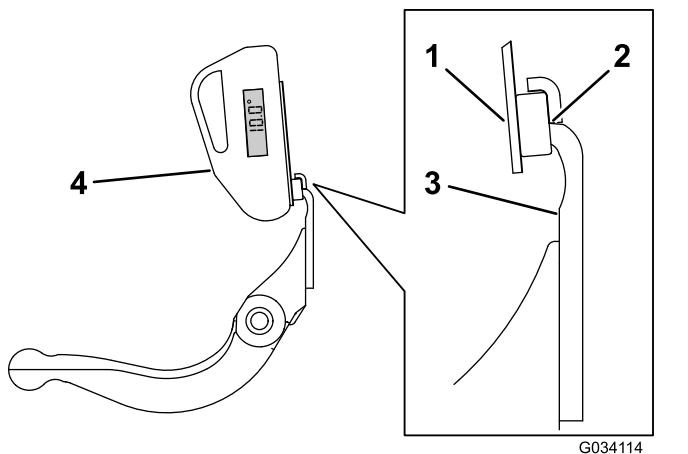

図 24
- 傾斜計マウントのマグネットのエッジがベッドナイフのエッジに密着するように、ベッドナイフのエッジに傾斜計マウントをセットする図 24。
- 図 24に示すようにマウントに傾斜計を取り付ける。